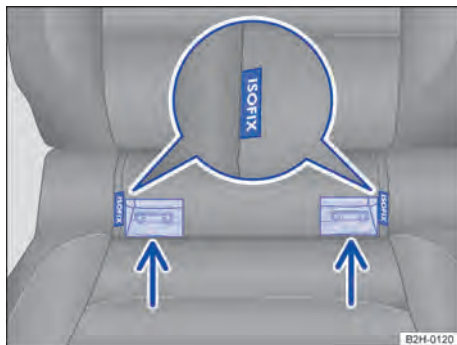

Fig. 40 Señalización en el asiento del vehículo de los puntos de anclaje inferiores para el asiento para niños.
2. Encaje el asiento para niños en las argollas de sujeción. Las aberturas para encajarlo se encuentran junto a las inscripciones de ISOFIX → Fig. 40 (flecha). El asiento para niños deberá encastrar de forma segura y audible.